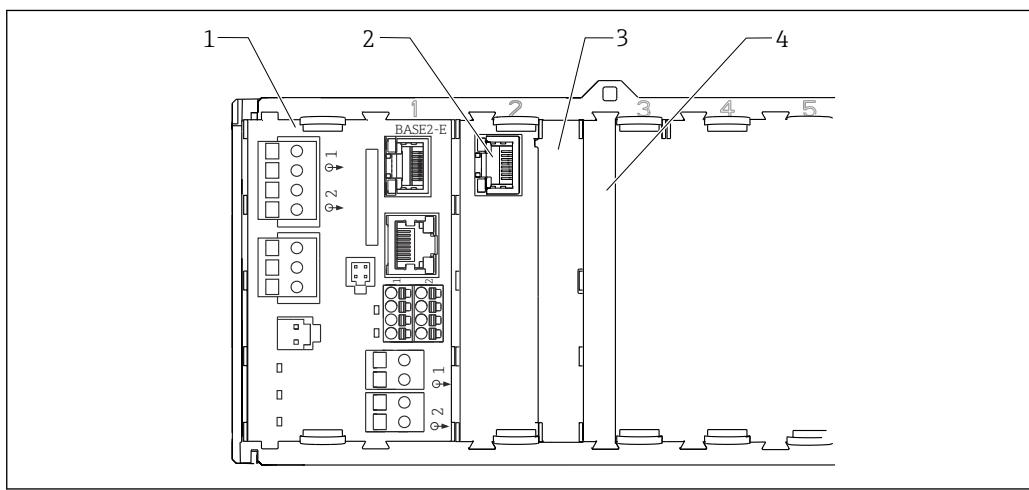

图 23 控制器外壳内的接线腔
- ▶ 插槽未全部使用时，对于非防爆型设备：必须在最后一个模块右侧的 → (图 23, 图 29)。这样才能保证设备不受冲击影响。